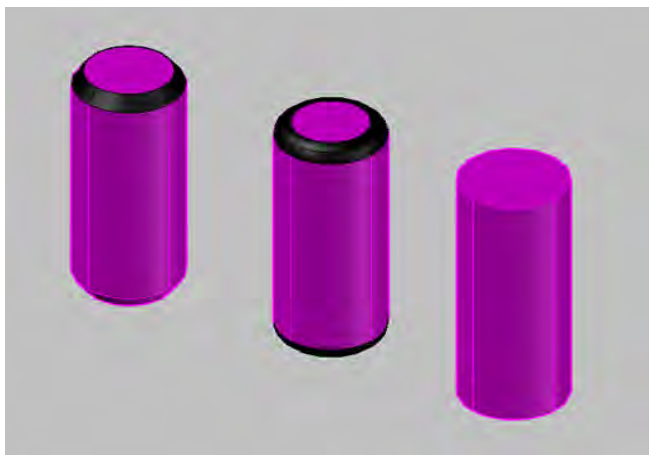

Рис. 3.10. К упражнению 20
**Упражнение 20.** Создать трехмерный цилиндр радиусом основания 100 мм и высотой 500 мм. На копиях цилиндра выполнить (рис. 3.10):